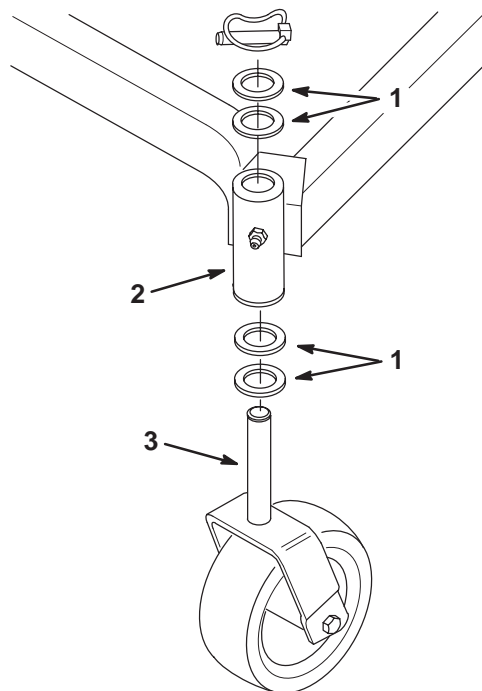

Figure 22
4. Pour changer l'inclinaison longitudinale, placez un nombre égal de rondelles de butée sur les chapes des deux roues pivotantes. Déplacez les rondelles de butée de haut en bas du tube de montage du bâti porteur pour relever l'avant de la tondeuse. Déplacez les rondelles de butée de bas en haut du tube de montage pour abaisser l'avant de la tondeuse (Fig. 22).
4. Pour changer l'horizontalité transversale, déplacez les rondelles de butée sur la chape d'une roue pivotante seulement. Déplacez les rondelles de butée de haut en bas du tube de montage du bâti porteur pour relever le côté correspondant de la tondeuse. Déplacez les rondelles de butée de bas en haut du tube de montage pour abaisser le côté correspondant de la tondeuse. (Fig. 22).